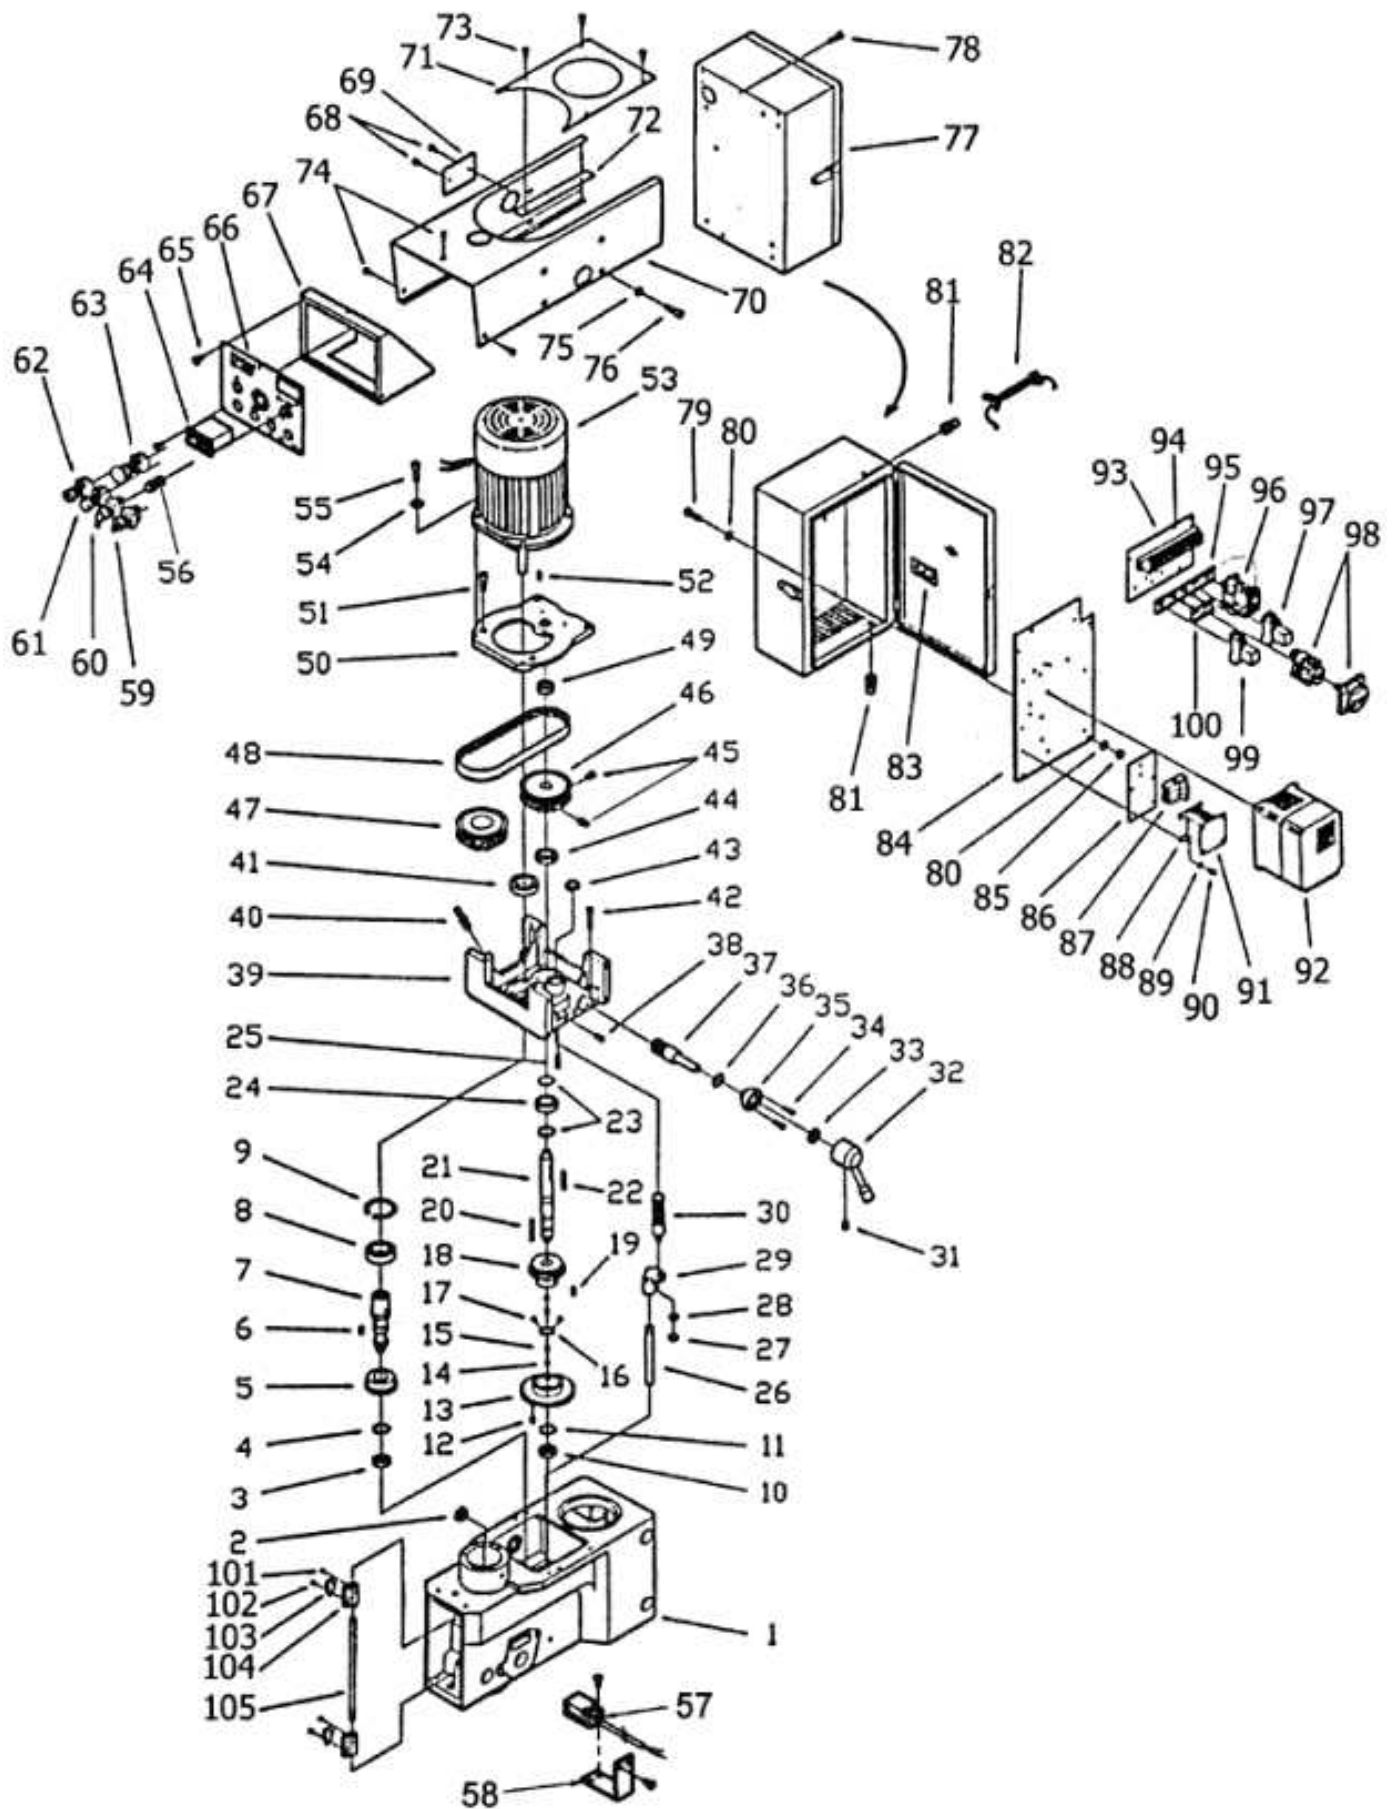

Figure 5
- Retirer le couvercle (69 fig.5).
- Effectuer la mise à niveau de l'huile jusqu'au milieu du voyant (2 fig.5).